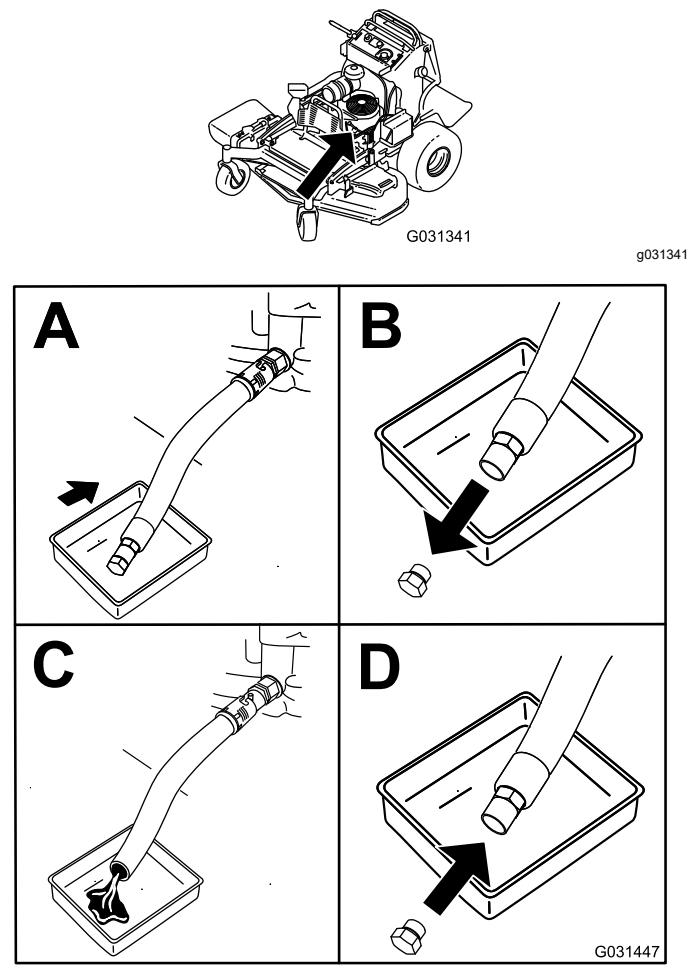

Figure 44
4. Vidangez l'huile moteur, comme montré à la Figure 44.